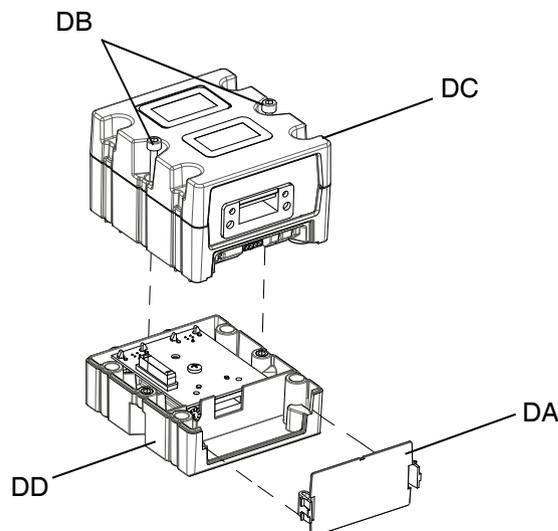

FIG. 52: Desmontagem do CGM
4. Retire a tampa de acesso do CGM (DA). Desaperte e guarde os dois parafusos M5-0,8 x 45 mm (DB) e retire o CGM (DC) da base (DD). Consulte a FIG. 52.
5. Utilizando os quatro parafusos de montagem M4-0,7 x 20 mm incluídos no kit, monte a base (DD) no suporte do CGM.
6. Volte a fixar o CGM (DC) na base (DD) com os dois parafusos (DB) que foram removidos e guardados no passo 4.
7. Volte a fixar a tampa de acesso (DA).
8. Desligue o cabo do ADM e ligue o cabo novamente ao CGM (DC).